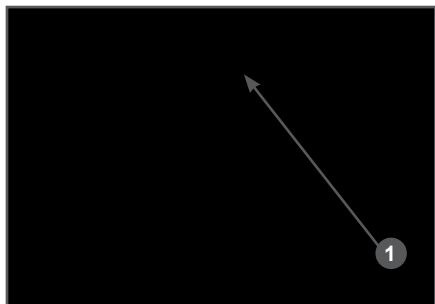

Рис. 21 Расположение пробки отверстия для добавления смазки в редуктор
2. Используя плоскую отвертку подденьте и извлеките из корпуса редуктора пробку 1 (Рис. 21).